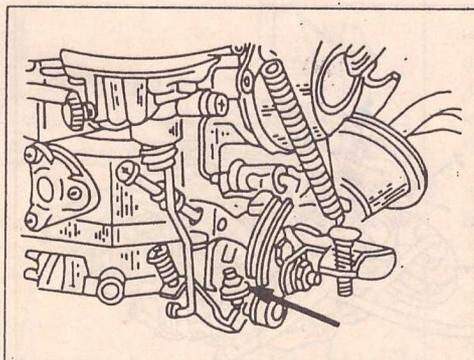

Рис. 133.
- Если это не достигается, то регулировка производится винтом (1) на рис. 133.